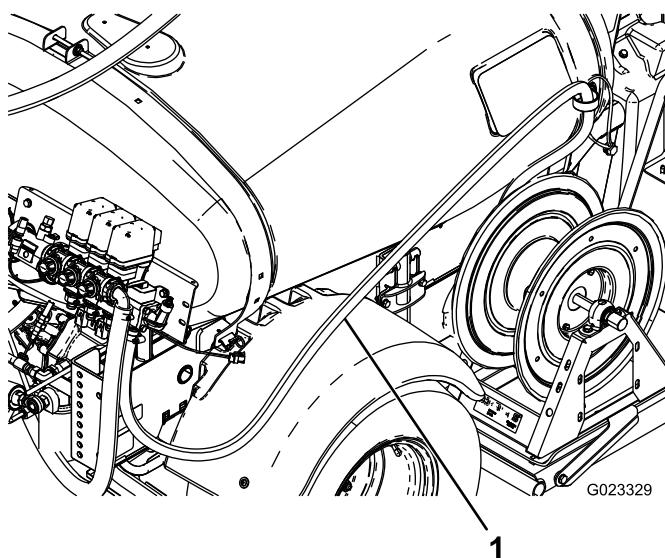

図 12
6. ホースリール給液ホースを図 12 に示すように配設して、ホースクランプを使ってホースリールに取り付ける。